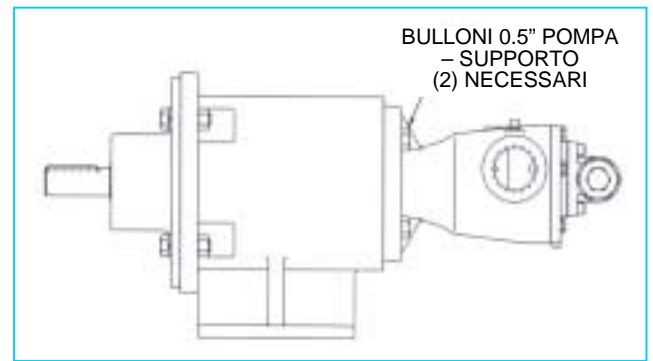

FIGURA 15
1. Rimuovere le tubazioni dalle connessioni e rimuovere i bulloni che assicurano la pompa al supporto (**Vedere Figura 15**). Sostenere la pompa con un paranco se possibile.